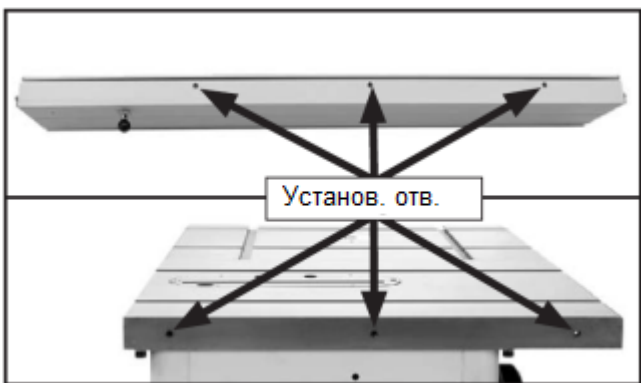

Рис. 1. Установочные отверстия
- Если с левой стороны стола не установлено расширение, и если в столе станка нет подходящих для установки подвижного стола отверстий, вам следует их просверлить и нарезать резьбу М8-1.25 самостоятельно. Отверстия следует расположить так, чтобы они соответствовали отверстиям на подвижном столе (См. рис. 1)